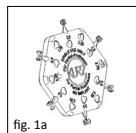
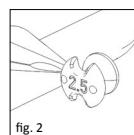
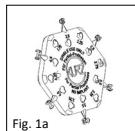

fig. 1a
fig. 2
Fig. 1a
■ fig. 1a, 1b/2 Le Sizer Disk (fig. 1a, 1b) pour prothèses partielles est doté de six gabarits de différentes longueurs (2-4,5 mm) disposés en satellites sur son pourtour. La longueur est indiquée sur la face arrière de chaque gabarit (fig. 2). Les encoches et les trous réduisent le poids du gabarit et permettent de mieux voir l'intérieur de l'oreille pendant la mesure.
■ Fig. 1a, 1b/2 Il disco (Fig. 1a, 1b) per protesi parziali è dotato di sei sizer singoli, di lunghezza diversa (2,0-4,5 mm), applicati in forma di satelliti. Sul retro di ogni sizer è indicata la lunghezza rispettiva (Fig. 2). Le cavità e i fori servono a ridurre il peso e anche a migliorare la visibilità durante la procedura di misurazione nell'orecchio medio.